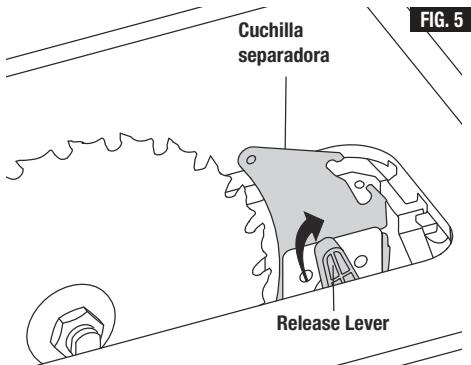

FIG. 5
2. Suba la hoja tanto como sea posible y ajústela perpendicular a la mesa (0° en la escala de bisel) (Fig. 5).
3. Rote la palanca de liberación de la cuchilla separadora en el sentido de las agujas del reloj para que señale hacia arriba (Fig. 5).